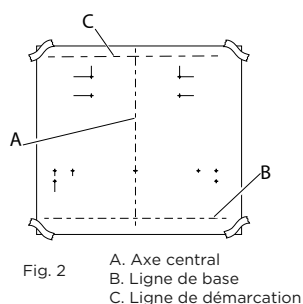

Fig. 2
3. Découpez la ligne de démarcation du gabarit et placez-la sur le mur, en alignant la ligne de base et la ligne centrale sur celles marquées sur le mur, puis collez-la avec du ruban adhésif. (Fig. 2)